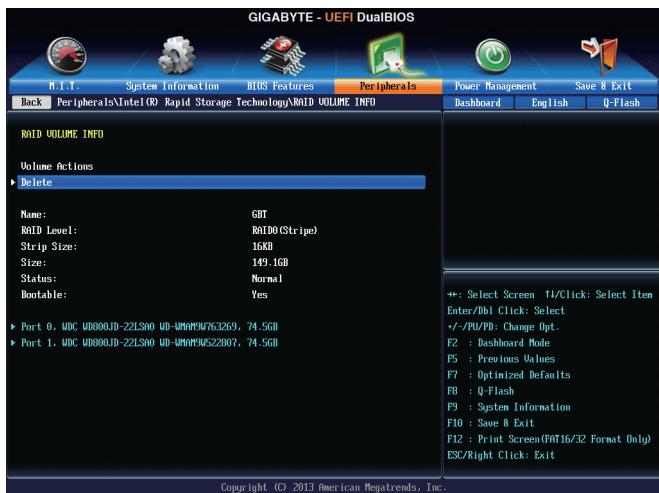

図7
完了すると、Intel(R) Rapid Storage Technology 画面に戻ります。RAID Volumes に新しい RAID ボリュームが表示されます。詳細情報を見るには、ボリューム上で <Enter> を押して RAID レベルの情報、ストライプ ブロック サイズ、アレイ名、アレイ容量などを確認します(図7)。